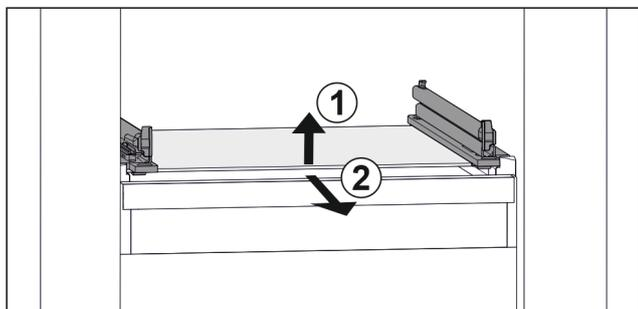

Fig. 36 Príklad zobrazenia sklenenej dosky
- ▶ Nadvihnite sklenenú dosku vpredu. *Fig. 36 (1)*
- ▶ Odoberte sklenenú dosku dopredu. *Fig. 36 (2)*